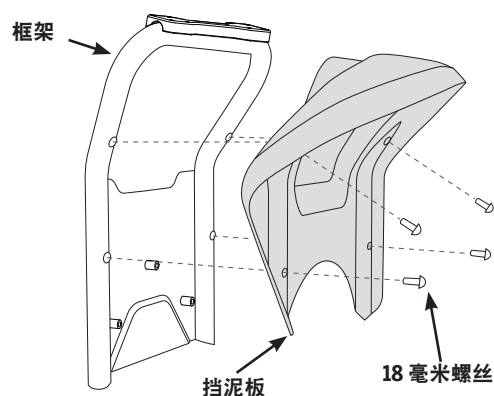

图 4. 将挡泥板安装至 x2 SE 载货侧框架
4. 若要从挡泥板架卸下挡泥板，请使用一把 4 毫米六角扳手卸下四颗 18 毫米螺丝（参见图 4）。